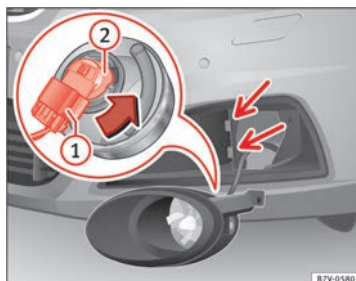

Fig. 211 Sostituzione delle lampadine dei fari.
4. Inclinare leggermente il faro in avanti ed estrarlo dagli alloggiamenti laterali ⇒ fig. 211 (freccie piccole).
5. Sbloccare il connettore ⇒ fig. 211 ① e rimuoverlo.
6. Ruotare il portalampada ⇒ fig. 211 ② fino a fine corsa in senso antiorario, nella direzione indicata dalla freccia, ed estrarlo insieme alla lampadina, tirando all'indietro.
9. Collegare il connettore ⇒ fig. 211 ① al portalampada ⇒ fig. 211 ②. Il connettore deve incastrarsi emettendo un "clic".
10. Inserire il faro negli alloggiamenti ⇒ fig. 211 (freccie piccole) e inclinarlo all'indietro.